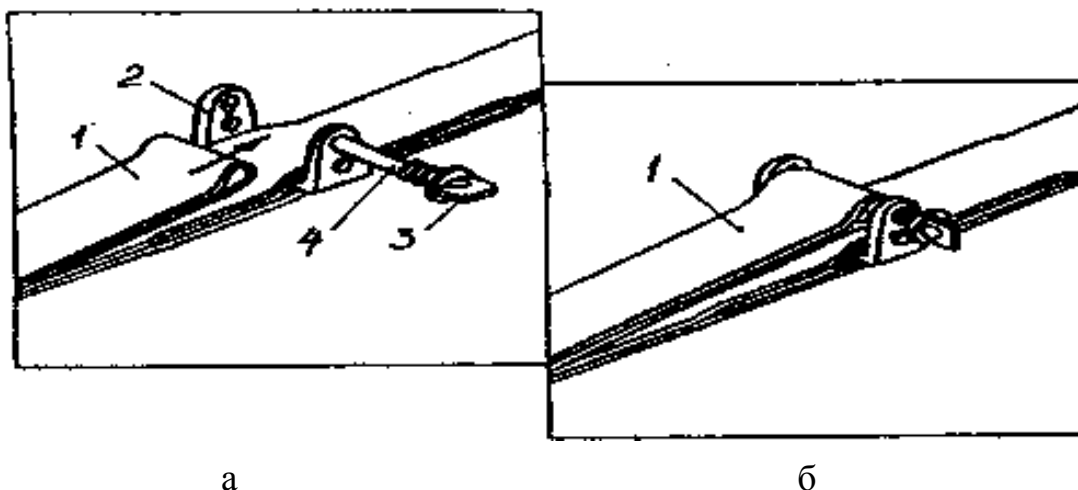

Рисунок 49 – Присоединение ПЗ
- вставить палец в отверстия (втулки и скобы), нажать на шайбу пальца и повернуть палец на четверть оборота до полного попадания ушков в свои гнёзда (рисунок 49);